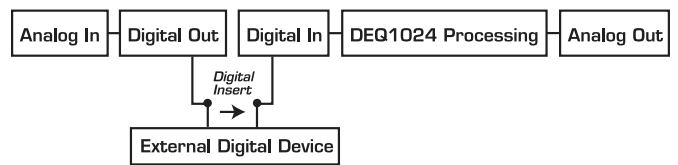

図 2.5: PRE EQ モードにおけるシグナルフロー
⑨ DEQ1024 の **FILTER** セクションには **LOW CUT** と **HIGH CUT** フィルターがそれぞれ備えられています。そのため全体の周波数帯域を効果的に絞り込むことが可能となります。HIGH CUT コントローラーでしきい値を設定すると、それを超える高域周波数は抑制されます (2.5 - 16 kHz)。右端まで廻しきるとフィルターは解除されます (OFF)。LOW CUT コントローラーはしきい値を下回る低域周波数を持ち上げる際に使用されます (20 - 160 kHz)。左に廻しきると、フィルターは解除されます (OFF)。
⑩ **MASTER** セクションの **GAIN** コントローラーは **ULTRAGRAPH DIGITAL** の出力レベルを -9 から +9 dB 間で設定する際に使用します。これに加えて、ステレオイメージャー機能でステレオ幅を設定し、これによって左右ステレオ信号間の分離を明確にすることも可能となっています。**STEREO IMAGE** コントローラーを一番右まで廻すと、ステレオ信号は最大限に幅広くなり (WIDE)、コントローラーを一番左まで廻すと、ステレオ信号はモノ信号に変わります。STEREO IMAGE コントローラーを中間に設定すると、信号は処理されません (STEREO)。
⑪ **CONFIG** キーを数秒間押しつづけると、DEQ1024 の操作モードを以下の 4 種類から選択することが出来ます: **ANALOG** (緑の LED)、**DIGITAL** (黄の LED)、**PRE EQ** (黄の LED)、**POST EQ** (黄の LED)。PRE EQ および POST EQ モードの際は、リアパネルのデジタル接続をインサートとして使用し、例えばダイナミックプロセッサを接続することが出来ます。PRE EQ モードの際はインサートポイントは EQ のフロント部となります。POST EQ モードの際は、このインサートポイントは EQ のリア部となります。(図 2.5 および 2.6 参照)。